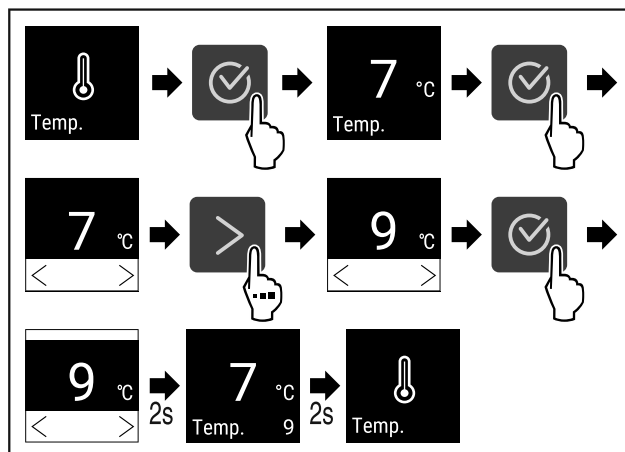

Fig. 66 Promjena temperature sa 7°C na 9°C
- ▶ Obavite korake postupka (pogledajte Fig. 66).